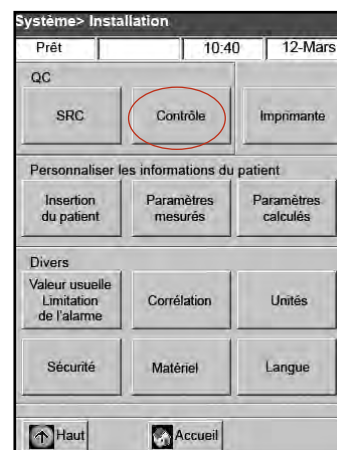

Figure H-3 : Écran "Système> Configuration"
3. Sélectionnez "**Contrôle**" (Figure H-3).